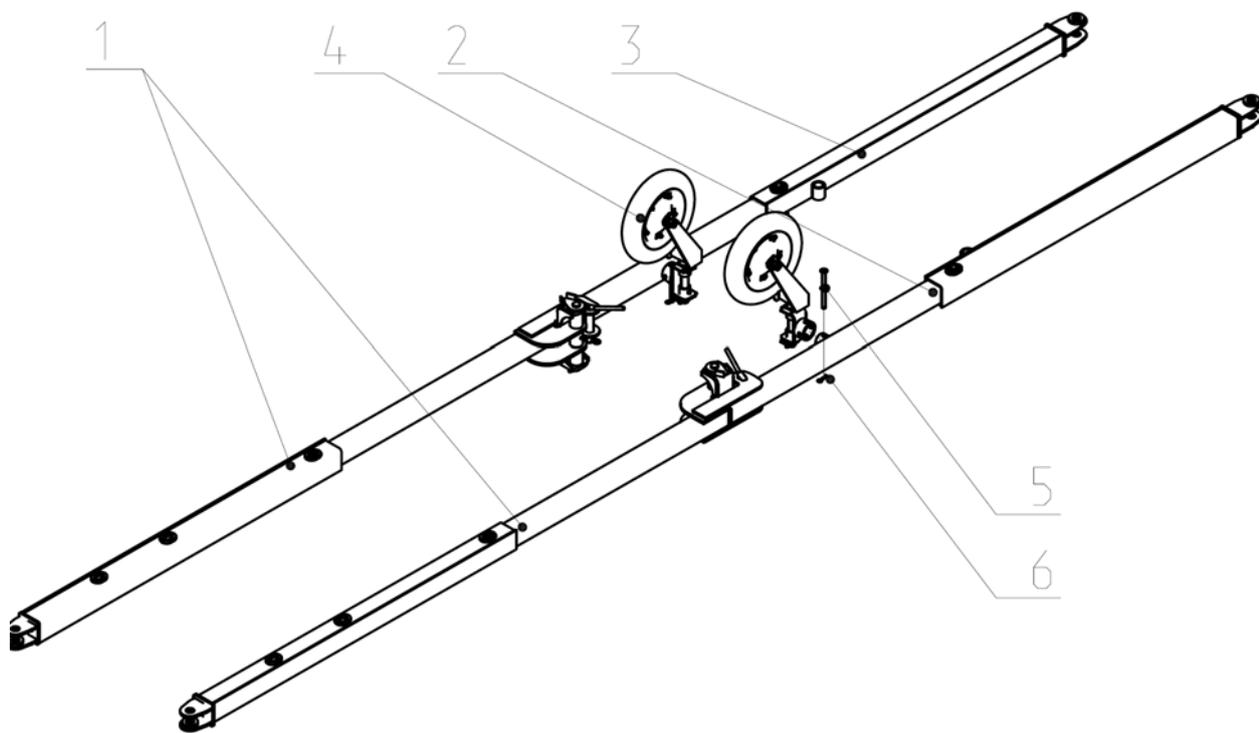

Рис.15. Растяжки.
2.32. Растяжки (Рис. 15) предназначены для соединения брусьев с снечей. При помощи растяжек устанавливается угол атаки дисков секций, которые смонтированы на брусьях.